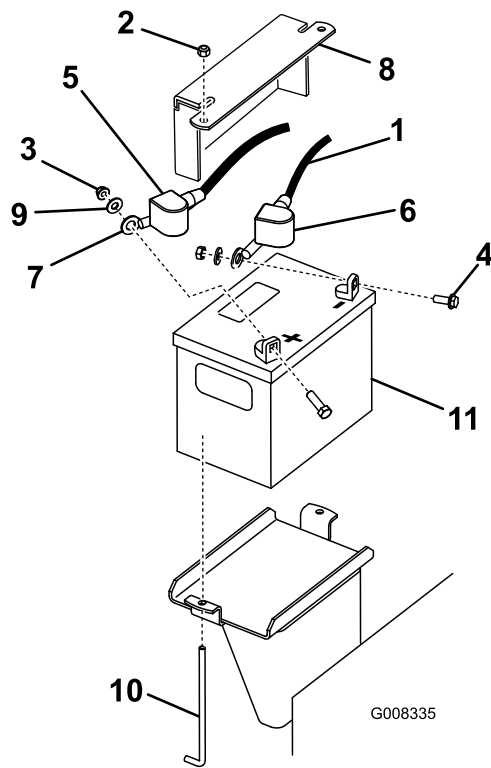

Figura 40
3. Togliete il cappuccio di gomma nero dal cavo negativo. Staccate il cavo negativo della batteria dal morsetto negativo (-) della batteria (Figura 40).
4. Sfilate la guaina rossa del morsetto dal morsetto positivo (rosso) della batteria. Togliete quindi il cavo positivo (rosso) della batteria (Figura 40).
5. Rimuovete la piastra di tenuta, i bulloni a J e i dadi di bloccaggio che fissano la batteria (Figura 40). Rimozione della batteria.
1. Utilizzate i fermi rimossi in precedenza per montare il cavo positivo (rosso) sul morsetto positivo (+) della batteria (Figura 40).
3. Utilizzate i fermi rimossi in precedenza per montare il cavo negativo (nero) sul morsetto negativo (-) della batteria (Figura 40).
4. Assicurate la batteria con la barra e i dadi ad alette (Figura 40).